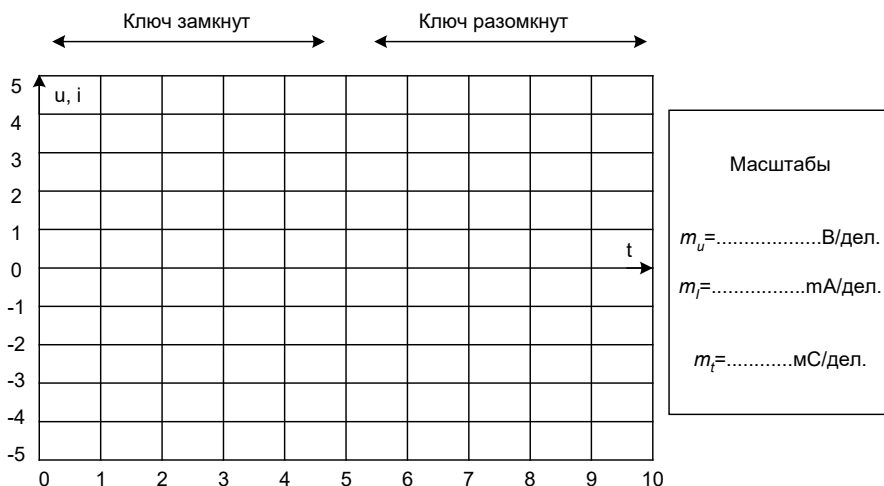

Рисунок 2
1.2. Включите осциллограф, установите развёртку 0,5 мС/дел и перерисуйте изображение тока и напряжения на катушке на график (рис. 2). Не забудьте указать масштаб для каждой кривой. Определите по графику или непосредственно по осциллографу докоммутационные ($t = 0_-$) начальные ($t = 0_+$) и